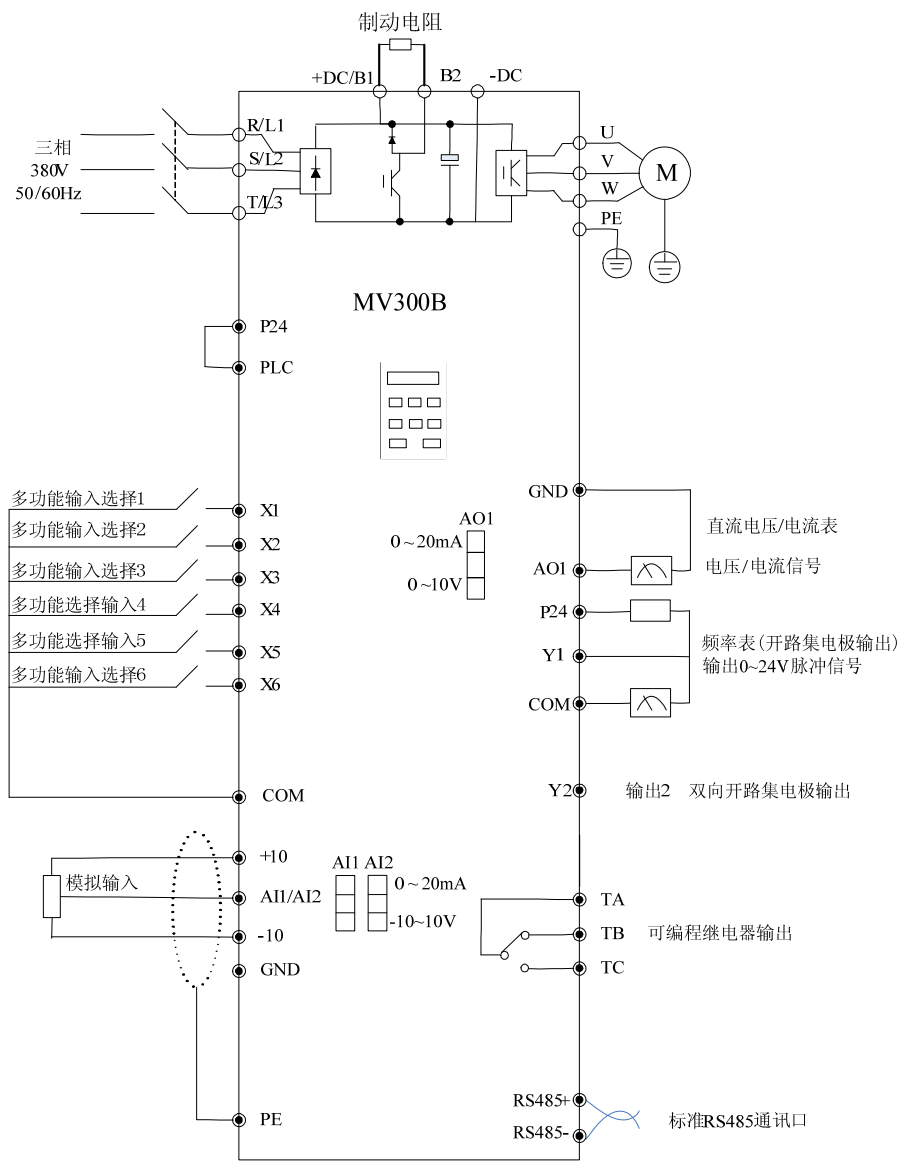

图3-3 基本配线图 1
- 6: 图 3-3 是 MV300BH-4T0.75 ~ 4T15、MV300BN-4T1.5 ~ 4T18.5 机型的基本运行配线图。